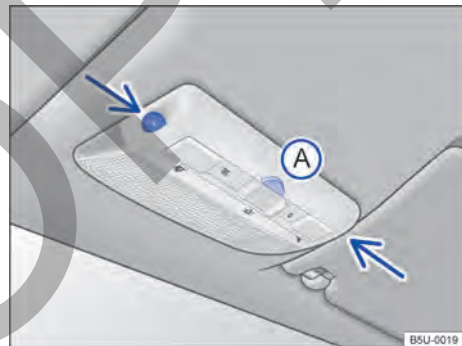

Fig. 49 En la consola del techo: sensores de vigilancia del habitáculo y tecla **A** para desconectar la vigilancia del habitáculo.
La vigilancia del habitáculo dispara la alarma con el vehículo bloqueado, si reconoce movimientos en el interior del vehículo. El sensor y el receptor están ubicados en el conjunto de la luz de lectura → fig. 49 (flechas).
- Presionar la tecla → fig. 49 . En el panel de instrumentos se enciende la luz de control .